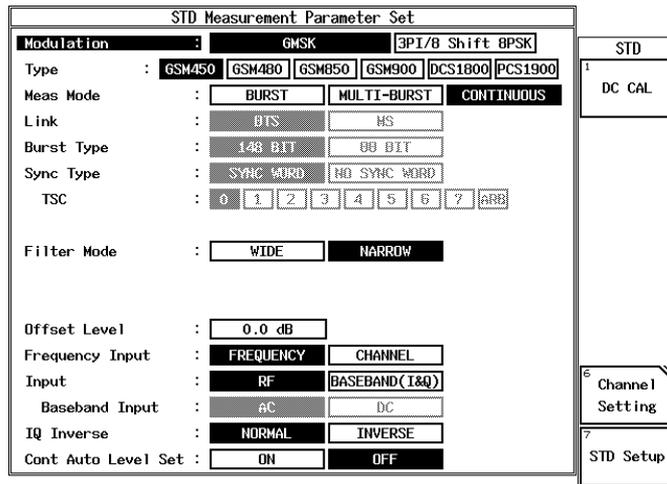

図 6-2 STD パラメータ表示 (GSM)
2. R3267 シリーズを CF:30.067708MHz、STD パラメータを図 6-2 のように設定し、DC CAL を実行、Phase Error を押し、AUTO LEVEL を実行します。